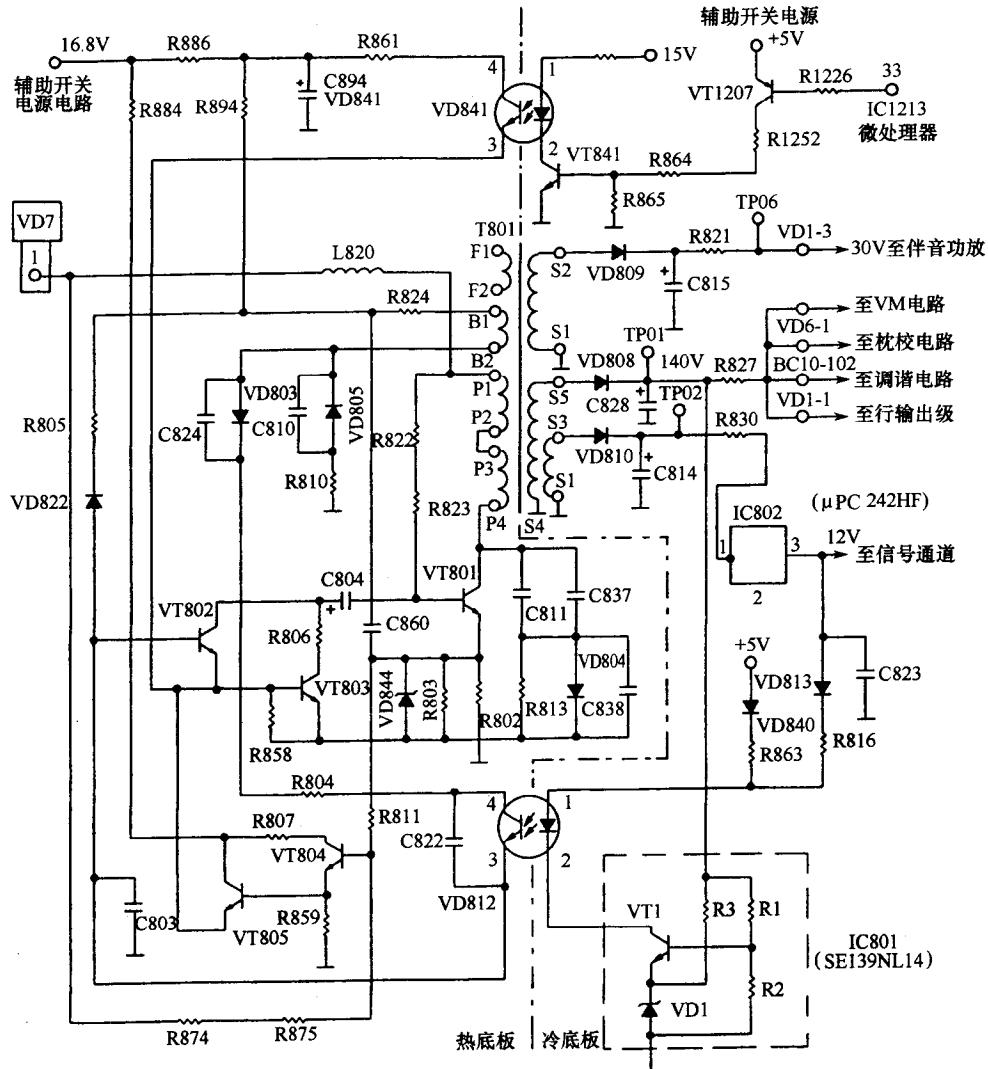
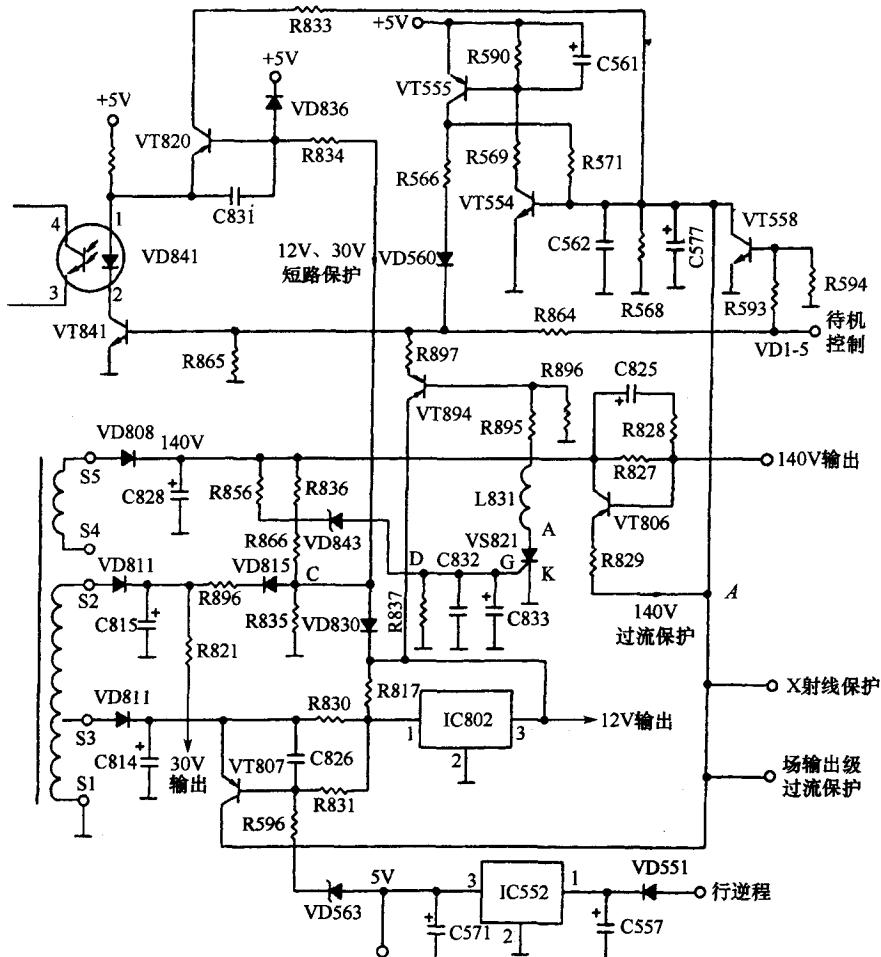

图 1-4 松下 M16 画王机芯系列大屏幕彩电的主开关稳压电源电路
图 1-7 松下 M16 画王机芯系列大屏幕彩电的自动保护电路
松下 M16 画王机芯系列大屏幕彩色电视机的主开关稳压电源的电路结构如图 1-4 所示。
在图 1-4 中,VT801 是开关管,它与开关变压器 T801 的初级绕组 P1-P4,反馈绕组 B1-B2 及 R810、C810 和 VD805 构成自激振荡电路。
在 +5V 启动瞬间, 由复位电路 IC1212 的①脚产生了一个复位脉冲送入 IC1213 的⑩脚, 将微处理器内部各电路进行初始化, 微处理器才开始正常工作。IC1213 的⑩脚为备用 (STAND BY) 输出端, 输出高电平 (电源通) 的控制电压, 送入 VT1207 基极, VT1207 截止, VT841 因无电流注入基极而截止。图 1-4 中, VD804 光靶无光照射, 阻值巨增, 使 VT803 变为截止, 主开关电源开关管 VT801 开始工作, 自激振荡启振, 输出 +B 电压, 供机芯各电路正常工作, 并保持这一工作状态。直到微处理器收到“POWER”操作指令, CPU 开始执行关机控制程序, IC1213 的⑩脚输出低电平 (电源关) 的控制信号, VT1207 获得正偏电压而导通, VT841 因基极电位升高同时导通, 其集电极电流流过 VD804 使其被点亮, 光照射在 VD804 的光靶上, 阻值减小, 使 VT803 基极通过 VD841、R884、R861 从辅助电源获得正偏电压而饱和导通, 再将主开关电源开关管 VT801 基极通过 VD841 接地, 自激振荡停振, 无 +B 电源输出, 机芯各电路电源被切断, 使整机又处于待机准备状态, 从而便实现了遥控关机的功能控制。注意: 此时辅助电源仍处于工作状态, 有 +5V 输出, 供系统控制电路。
多,再加上体积大、质量大,因此,其可靠显像尤为重要,故而在松下 M16 画王机芯中采用了过压、过流、短路等系列自动保护措施。有关电路如图 1-7 所示。
图 1-7 中,松下 M16 画王机芯系列大屏幕彩色电视机在设计时,采用 VT554、VT555 等组成综合保护电路。将各种故障的取样电压,加至保护电路的 A 点后,当过流或过压发生时,图中的 A 点电压升高,使 VT554、VT555 导通,它们组成像晶闸管一样的自动保护电路,一旦导通后就一直导通。VT555 导通后,+5V 电压经 VT555、R566、VD560 加到 VT841 基极,使 VT841 与光耦合器 VD841 导通。图 1-4 中,VD841 的三极管端导通后,稳压控制管 VT803 饱和导通,C804 正端电压几乎为零,VT801 停止振荡,无 +B 输出,整机处于备用状态,从而使电视机在各种情况下都能得到保护。具体保护过程如下。
该保护电路由 VT804、VT805、VT803 和 R802//R803 等组成,参见图 1-4。当由于某种原因次级电压升高或电流增大时,则导致 VT801 的  $I_e$  增大,VT801 的发射极(e 极)电流也随之增大。当取样电阻 R802//R803 上电压大于 VT804 基极导通电压时,VT804 导通,VT805、VT803 导通,VT801 截止,从而使 VT801 的集电极电流得以限制,实现过流保护功能。